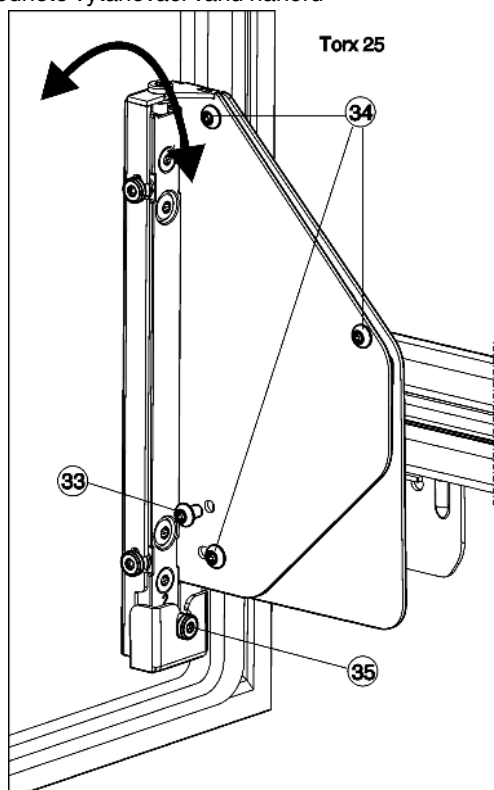

Fig. 26
- Kompletně vyšroubujte šroub Fig. 26 (33) ven.
- ▷ Zlikvidujte šroub Fig. 26 (33), nebudete ho už potřebovat.
- Šrouby Fig. 26 (34) uvolněte pouze o 1 až 2 otočení.
- Otáčejte stavěcím šroubem Fig. 26 (35). Ve směru hodinových ručiček: Dvířka se nahoře odkloní od korpusu spotřebiče. Proti směru hodinových ručiček: Dvířka se odkloní od korpusu spotřebiče pryč nahoře i dole.
- Po ukončení seřízení sklonu všechny šrouby Fig. 26 (34) opět pevně utáhněte.